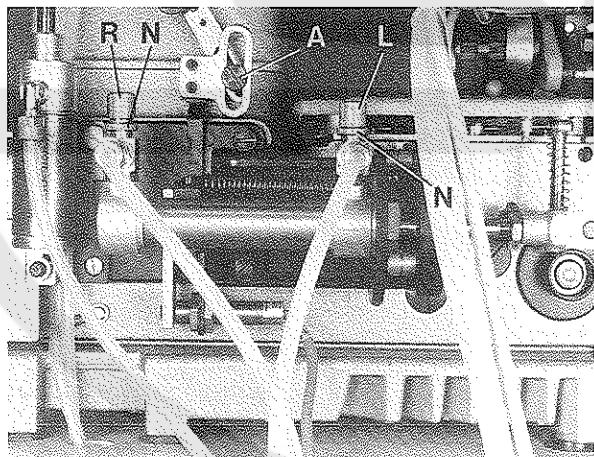

Fig.43
Two speed controllers (L and R, Fig. 43) on the air cylinder control the speed of the in and out movement of the knives. The left controller (L) controls the movement to the right. The right controller (R) controls the movement to the left. Adjust both speed controllers so that the knives move smoothly right and left and the threads are cut cleanly with the minimum of air pressure. Secure this setting by locking the controllers with knurled nut (N).
NOTE: The thread trimmer mechanism assembly and the tension release assembly are linked together. If there is a bind, it may be in the tension assembly. Remove screw (A, Fig. 43) and check for binds by moving both assemblies separately.
Mit zwei Abluftdrosseln (L und R, Fig. 43) am Luftzylinder wird die Geschwindigkeit der Ein- und Ausfahrbewegung der Messer gesteuert. Die linke Drossel (L) steuert die Bewegung der Messer nach rechts. Die rechte Drossel (R) steuert die Bewegung der Messer nach links. Stellen Sie beide Abluftdrosseln so, daß sich die Messer gleichmäßig nach rechts und links bewegen und die Fäden bei kleinstmöglichem Luftdruck sauber abgeschnitten werden. Sichern Sie diese Einstellung durch Feststellen der Drosseln mit der Rändelmutter (N).
BEACHTEN SIE: Der komplette Fadenabschneidermechanismus und die Fadenspannungsfreigabe sind miteinander verbunden. Tritt Klemmen auf, kann dies an der kompletten Fadenspannung liegen. Entfernen Sie die Schraube (A, Fig. 43) und prüfen Sie auf Klemmen, indem Sie beide Mechanismen separat bewegen.